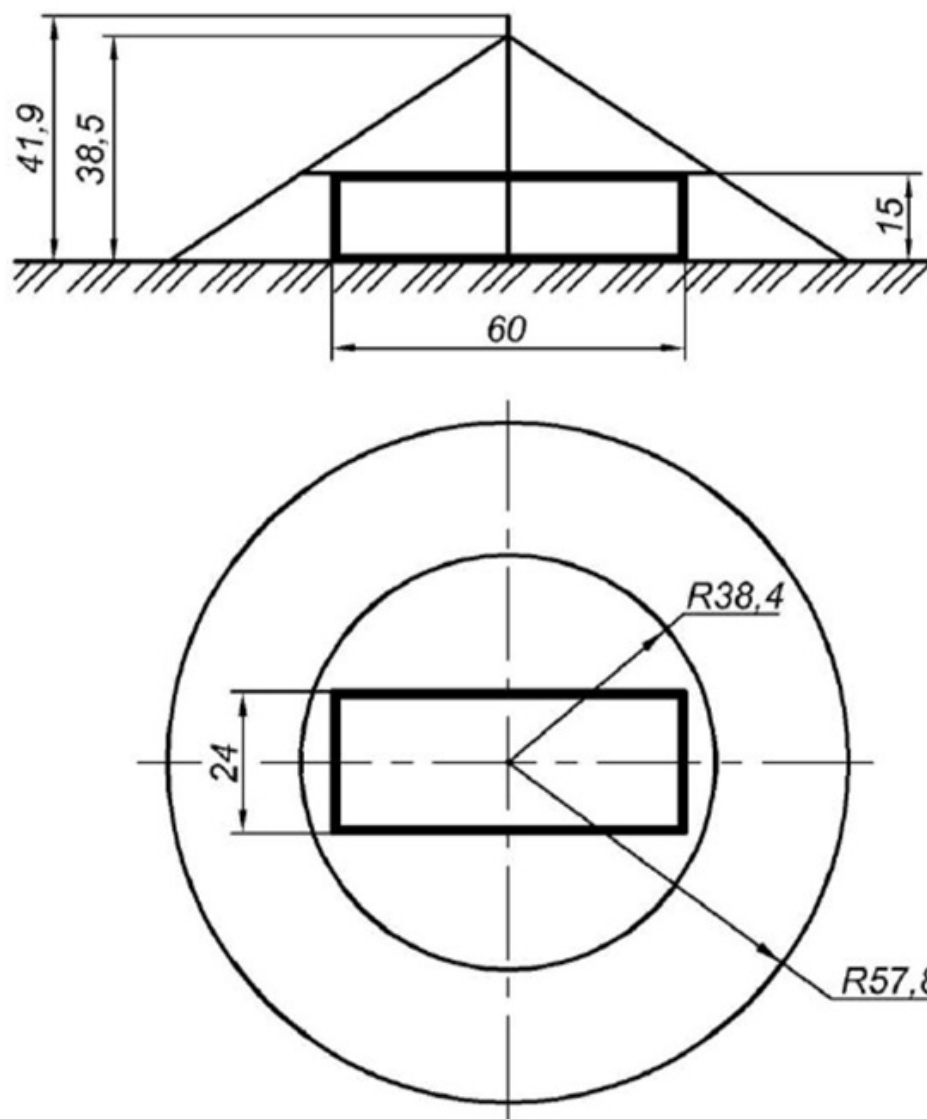

Рисунок 1 - Расчетная защитная зона одиночного стержневого молниеотвода
- выполнить расчет зоны защиты одиночного стержневого молниеотвода и сделать поясняющий чертеж (рис.1),